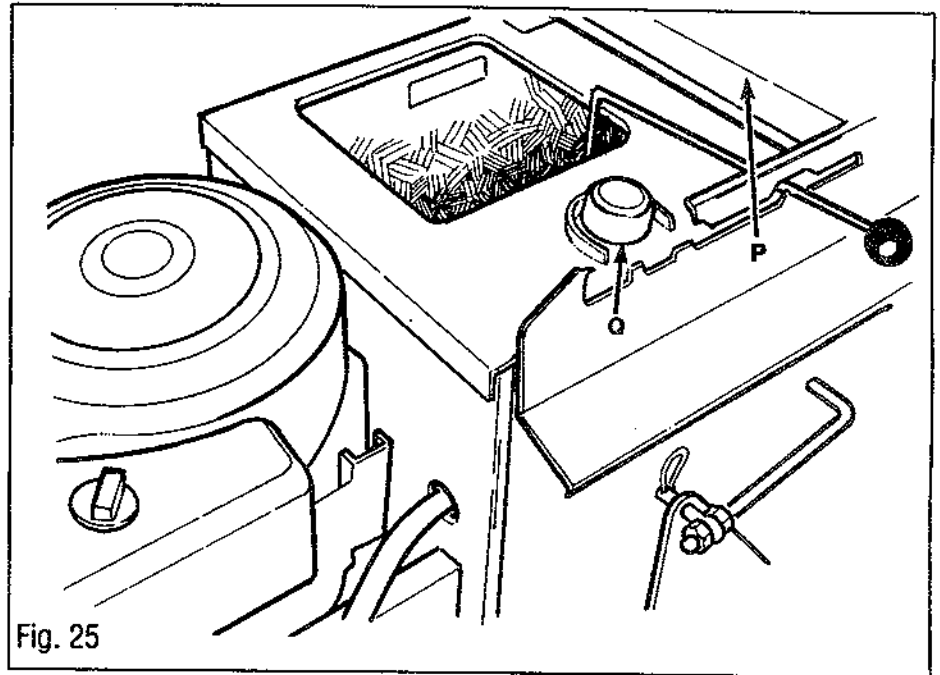

Fig. 25
6. Le goulot du réservoir est au-dessous du siège (P, Fig. 25).